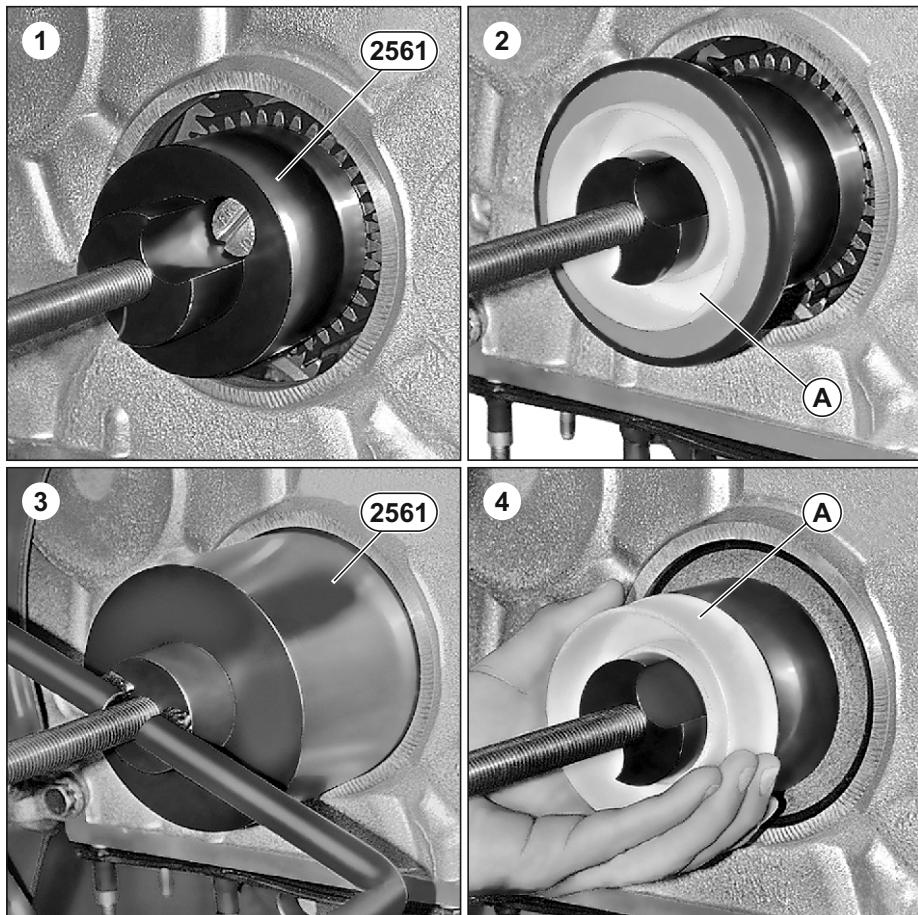

Рис. 117. Последовательность установки манжеты вала коленчатого передней.
1. Установить приспособление 2561 (см. Рис. 117).
2. Установить защитное кольцо (A) на приспособление 2561, сблюдая направление.
4. Снять защитное кольцо (A).